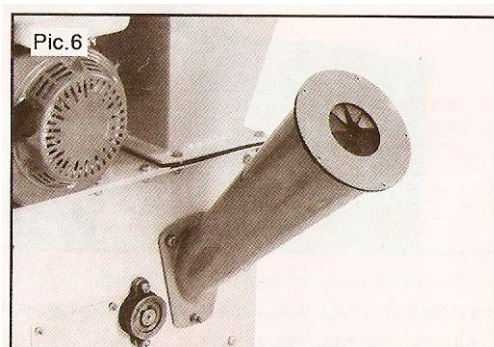

Рис. 6 Установка загрузочной воронки
6. Установите загрузочную воронку на штифты сбоку рубильной/измельчающей машины и закрепите ее при помощи шайб и стопорных гаек (см. **Рис. 6**).